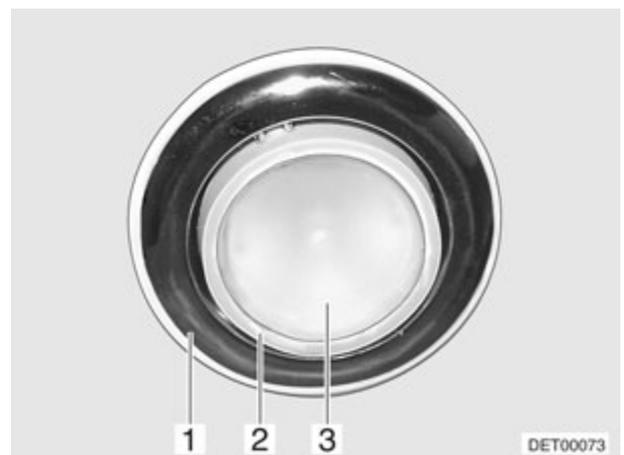

Fig. 195 Lampe halogène (variante 1)
- Soulever prudemment la lampe (Fig. 195,1) avec un outil approprié (p. ex. tournevis) et le retirer.
- Retirer le spot (Fig. 195,2) de la lampe.
- Retirer le couvercle (Fig. 195,3).